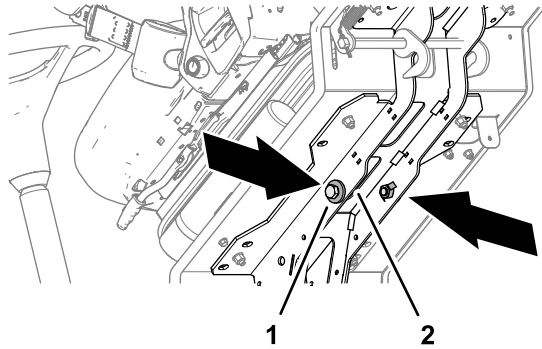

Figura 34
- Inclinate la pedana in avanti e rimuovete i 2 bulloni da 12 x 40 mm e le 2 rondelle da 12 mm conservati nelle guide di sostegno della pedana (Figura 34).